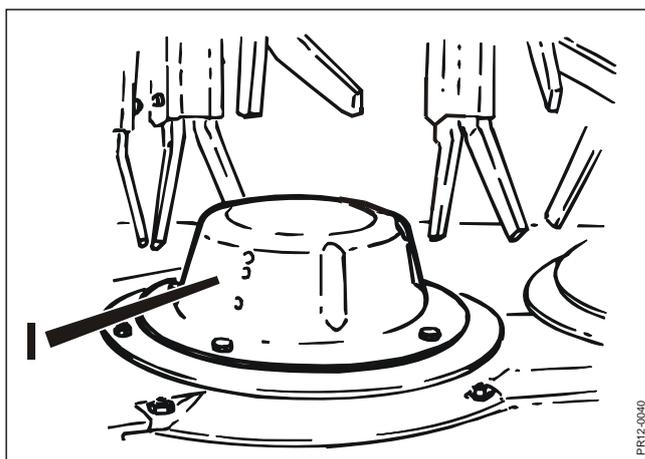

Fig. 5-7
**Fig. 5-7** Les petits déflecteurs **I** sur les autres disques doivent être redressés s'ils sont déformés ou remplacés par des neufs si nécessaire. Il faut les démonter pour contrôler la présence de poussière ou de terre 2 ou 3 fois par campagne.